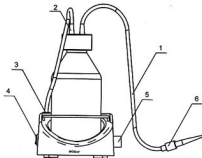

Рис.1
- подсоедините тонкую трубку к бутылке (рис. 1/1);
- закрепите наконечник на трубке (рис. 1/6);
- подсоедините один конец толстой трубки к прибору (рис. 1/3) и другой к бутылки (рис. 1/2).
- 4.2 Установите сетевой выключатель, расположенный на боковой панели прибора в положение ON (рис. 1/4).